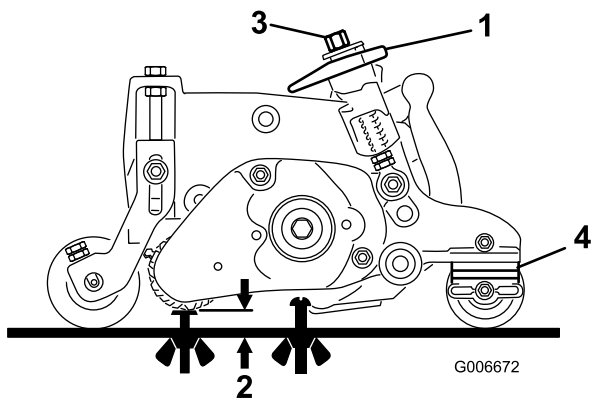

Bild 22
3. Drehen Sie die Express-Hubhebel (Bild 22) auf die eingekuppelte Stellung (Griff zeigt zur Vorderseite des Mähwerks). **Stellen Sie die Messlehre mit der Tabelle mit dem empfohlenen Bereich für die Schnitthöhe und die Groominghöhe ein.**
4. Messen Sie an einem Ende der Groomerspindel den Abstand von der niedrigsten Spitze des Groomerblattes bis zur Arbeitsoberfläche (Bild 22). Drehen Sie das Handrad zur Höheneinstellung (Bild 22), um die Spitze des Groomerblattes auf die gewünschte Höhe anzuheben oder abzusenken.